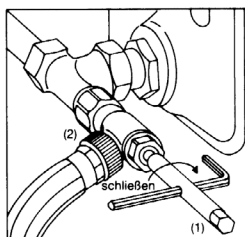

Bild 7
- 4.2 Nach dem Befüllen den Sechskantschlüssel SW 10 (1) wieder auf das Entleerungs- und Füllwerkzeug (2) aufsetzen und den Einsatz durch Rechtsdrehen schließen (Bild 7).